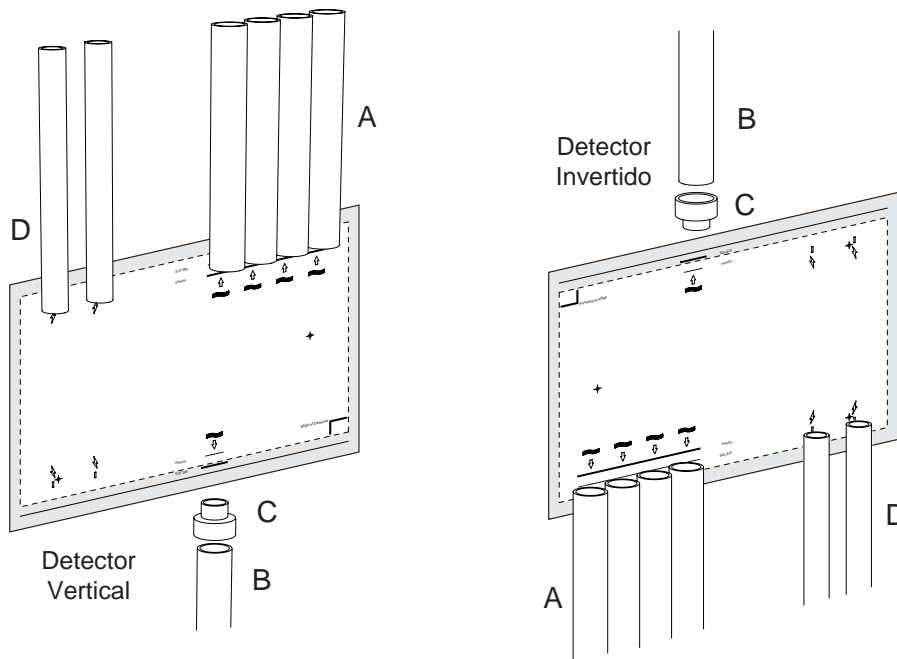

Figura 4-25: Colocación de conducto y tuberías
- Coloque los tuberías de entrada (A) en las líneas centrales marcadas (Figura 4-25).
- Coloque la tubería de escape (si se utiliza) (B) en la línea central marcada:
- Si se utiliza el sistema imperial, ajuste el adaptador de tubería (C) y corte la tubería según la línea de profundidad exterior marcada en la plantilla de montaje.
7. Coloque los conducto eléctrico (D) en las líneas centrales marcadas.